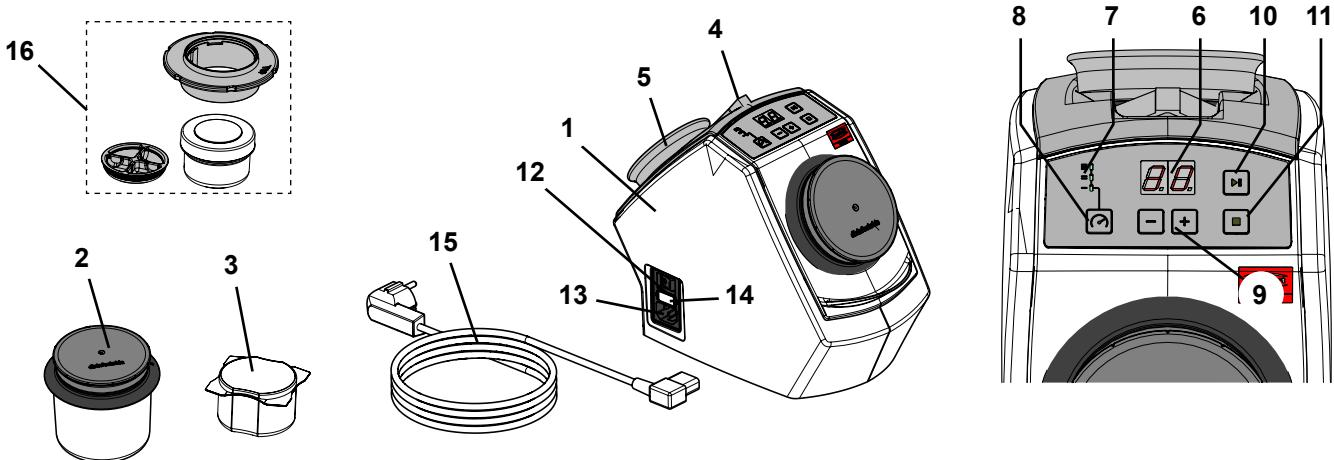

Fig. 1
- O imã de fixação (fig. 1, item 5) contém chumbo
- ⇒ Coloque a pinça e o imã de fixação fornecidos nas cavidades correspondentes situadas no lado posterior do aparelho (Fig. 1).
- ⇒ Escolha o cabo elétrico (15, Fig. 1) com o plugue adequado ao seu país.
- ⇒ Ligue o cabo elétrico (13, Fig. 1) à ligação da rede elétrica.
- ⇒ Ligue o aparelho no interruptor principal (12, Fig. 1).
- ⇒ Encha o copo de limpeza (2, Fig. 1) com 75 g de agulhas de limpeza (corresponde a uma embalagem individual).
- ⇒ Encha o minicopo SYMPRO (acessório) (16, fig. 1) com ~ 5 g de agulhas de limpeza.